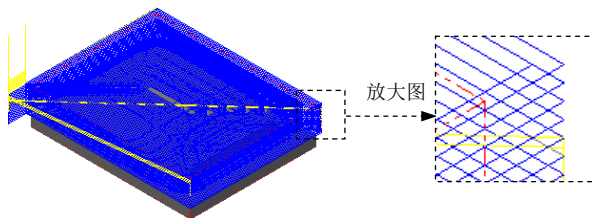

图 5.8 刀具路径
(1) 在“曲面粗加工挖槽”对话框中单击粗加工参数选项卡, 在Z轴最大进给量: 文本框中输入值 1, 然后在进刀选项区域中选中由切削范围外下刀、螺旋式下刀复选框。
(2) 单击螺旋式下刀按钮, 系统弹出“螺旋/斜插进式下刀参数”对话框, 单击“螺旋/斜插进式下刀参数”对话框中的斜插选项卡, 在如果斜插下刀失败区域选中中断程序单选选项, 单击“螺旋/斜插进式下刀参数”对话框中的按钮。
(3) 单击切削深度(D)...按钮, 在系统弹出的“切削深度设置”对话框中选中绝对坐标单选选项, 然后在绝对的深度区域的最高位置文本框中输入值 5, 在最低位置文本框中输入值-30。单击按钮, 系统返回至“曲面粗加工挖槽”对话框。
(4) 单击间隙设置(G)...按钮, 在系统弹出的“刀具路径的间隙设置”对话框中选中切削顺序最佳化复选框, 单击按钮, 系统返回至“曲面粗加工挖槽”对话框。
Step11. 单击“曲面粗加工挖槽”对话框中的按钮, 完成加工参数的设置, 此时系统将自动生成图 5.8 所示的刀具路径。